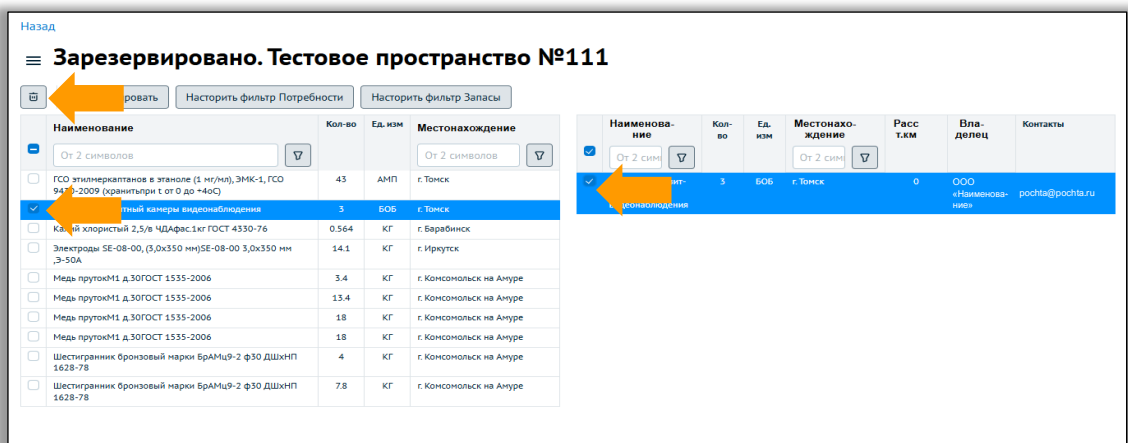

Рисунок 22 – Снятие резервирования
- Для снятия резервирования выделите запись и нажмите кнопку с «урной» (рисунок 22)